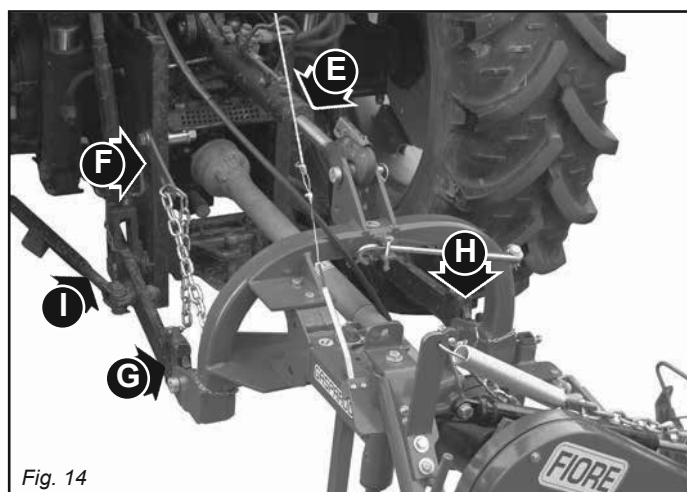

Fig. 14
- 2 - Accrocher les bras oscillants du tracteur sur les pivots (G et H, Fig. 14) de la faucheuse.
- 3 - Reliez le troisième point supérieur et réglez correctement à l'aide du tirant (E, Fig. 14). Positionner la plaque (F, Fig. 14) à gauche du tirant solidaire sur la même cheville. Bloquez par les goupilles à encastrement.
- 4 - Bloquez les barres du relevage avec les chaînes et les tendeurs (I, Fig. 14) parallèles sur le tracteur. Cette opération a pour but d'éviter tout débattement de la machine dans le sens horizontal.